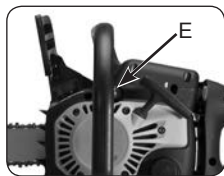

Fig. 9C
2. Serrez 10 fois le réservoir de l'amorceur (E) (Fig. 9C).